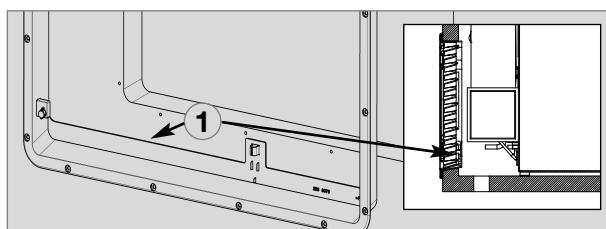

Fig. 17
Il bruciatore a gas deve trovarsi al di sopra del bordo (1) (Fig. 17).